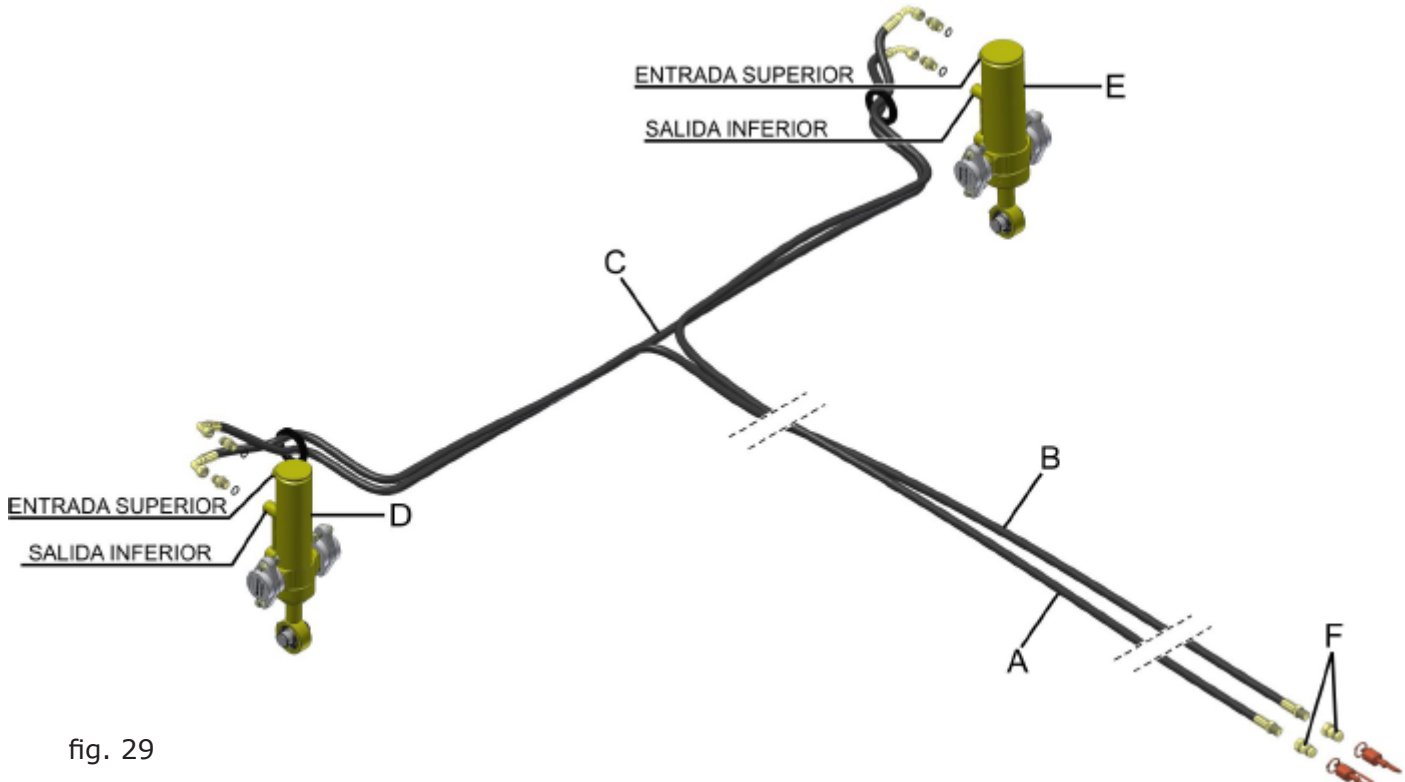

fig. 29
Coloque la manguera de dirección del flujo tractor-sembradora (A) (fig. 29), en la entrada inferior del cilindro menor (D). Coloque la manguera de conexión (C) en la entrada superior del cilindro menor (D), colocando la otra extremidad de la manguera (C) en la entrada inferior del cilindro mayor (E).